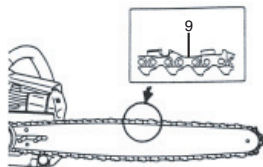

Fig. 4
4. Compruebe que la dirección de la cadena (9) sea correcta como se indica en la figura y alinee la cadena sobre la rueda dentada. (Fig. 4)